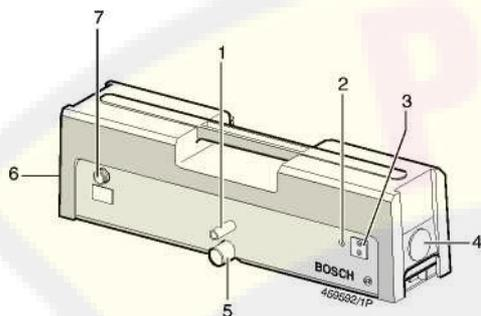

Рис. 1. RTM 430:
- Имеющийся в наличии шланг для отвода отработавших газов в вытяжную установку (дополнительная принадлежность) подключить к соединительному штуцеру 5 (рис. 1) модуля дымомера RTM 430 и соединить с вытяжной установкой.
1. Удалить при помощи подходящего инструмента крышки-заглушки 4, 6 (см. рис. 1) на боковых стенках.